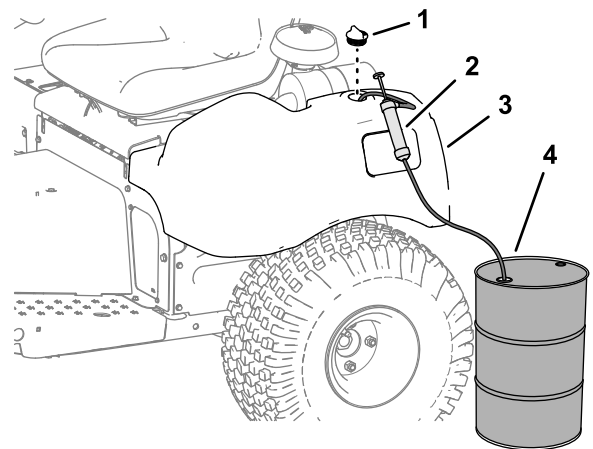

Figura 47
1. Togliete il tappo dal serbatoio idraulico (Figura 47).
2. Pompate il fluido idraulico dal serbatoio idraulico (Figura 47).